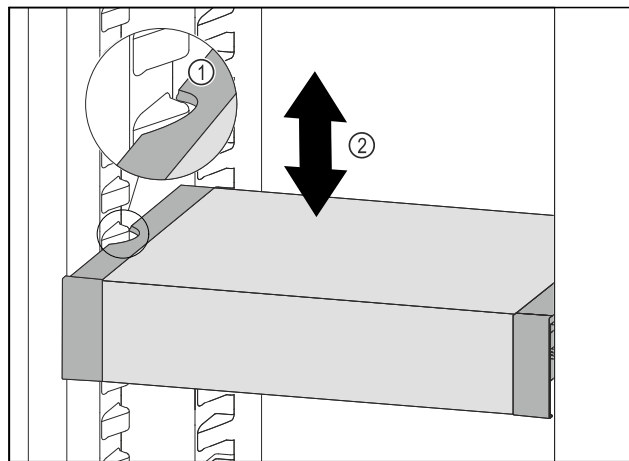

Fig. 133
- Потягнути VarioSafe вперед, поки бокові заглиблення VarioSafe не опиняться на рівні ребра для резервуара в охолоджувальному відділенні. Fig. 133 (1)
- Пересувajte VarioSafe вгору або вниз в охолоджувальному відділенні до тих пір, поки не досягнете бажаної висоти. Fig. 133 (2)